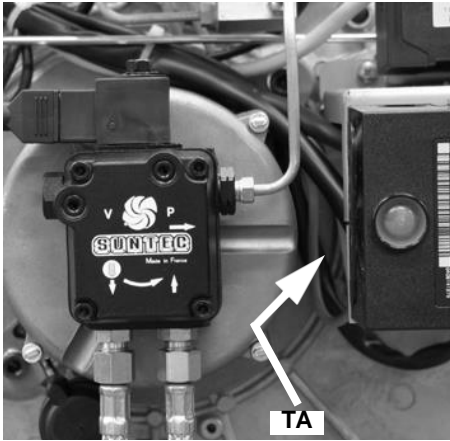

Fig. 39
- Trennen Sie die Zündkabel CA1 und CA2 vom Transformator TA (Abb. 39).